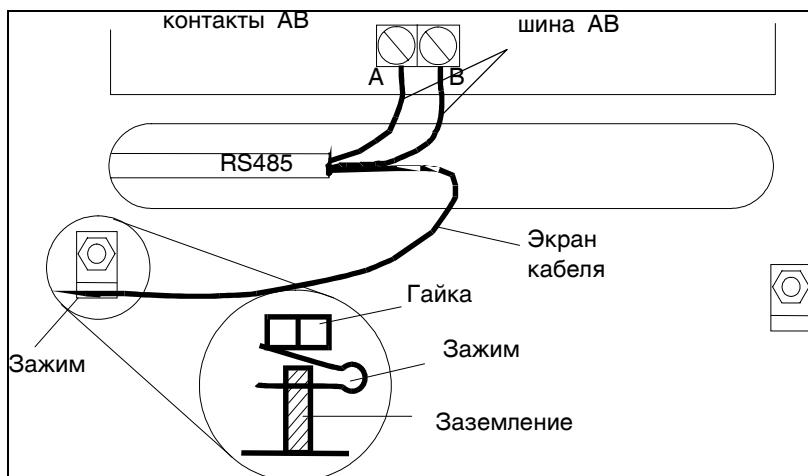

Рис. 2.9. Подключение экрана кабеля с применением зажима.
4. Экран кабеля соединяется со стержнем заземления на контрольной панели при помощи захвата (см. рис. 2.9).